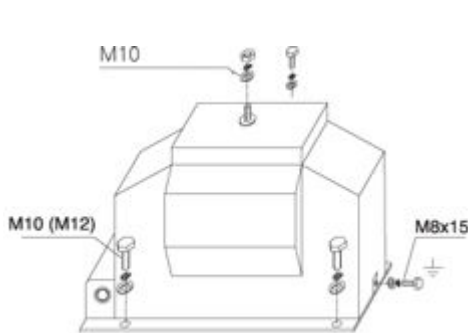

Abb. 1
Die Montagelage der Spannungswandler der Baureihe (E)VTS... ist beliebig. Die Wandler werden mittels vier Schrauben M10 ((E)VTS12M11-T) oder M12 ((E)VTS24M32-T + (E)VTS36L44-T) über die Bohrungen in der Grundplatte an den vorgesehenen Installationsort befestigt (siehe Abb. 1).
Der Anschluss der Hochspannung auf der Primärseite erfolgt über die entsprechend gekennzeichneten Anschlussstücke im Kopfbereich des Wandlers mittels Schrauben M10 und einem max. Drehmoment von 20 Nm (siehe Abb. 1).
Vor Inbetriebnahme ist es notwendig, die Grundplatte des Wandlers (rückseitiger Erdungsanschluss M8x15; max. Drehmoment: 10 Nm) zu erden (siehe Abb. 1 + 2).